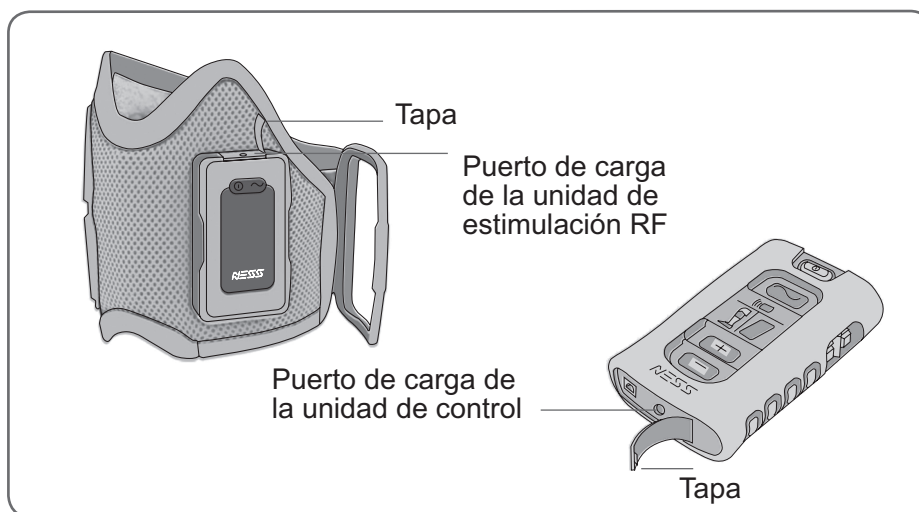

Figura 13: Puertos de carga de la unidad de control y de la unidad de estimulación RF.
1. Abra la tapa de los puertos de carga (que se encuentra en la parte inferior de la unidad de control y en la parte superior de la unidad de estimulación RF). Vea la Figura 13.